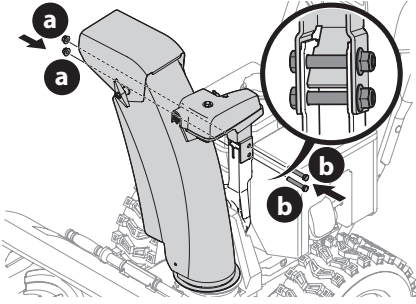

Figure 28
- Retenez la tête de commande au support de la goulotte avec les écrous autobloquants (a) et les boulons (b) retirés à l'étape 1. Voir Figure 28.